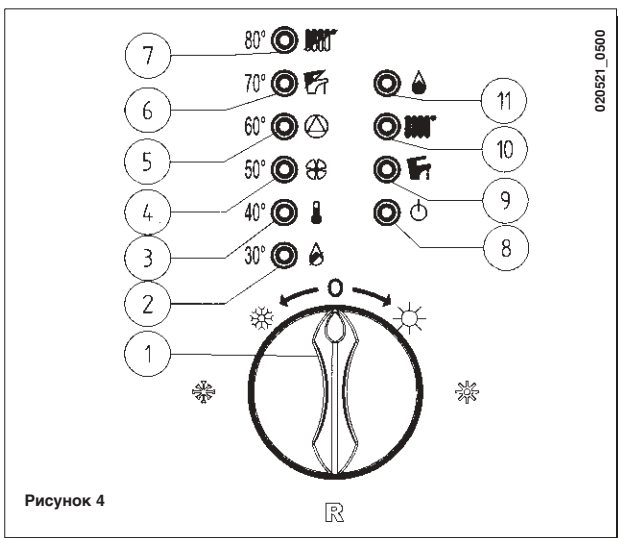

Рисунок 4
В данном случае рекомендуем повторять пусковые операции до устойчивой подачи газа на горелку, временно установив ручку (1) в положение **R** (см. также рис. 4).
Эту операцию следует произвести при переключателе режима работы (поз. 1 на рис. 4) в положении ВЫКЛЮЧЕНИЕ (0).